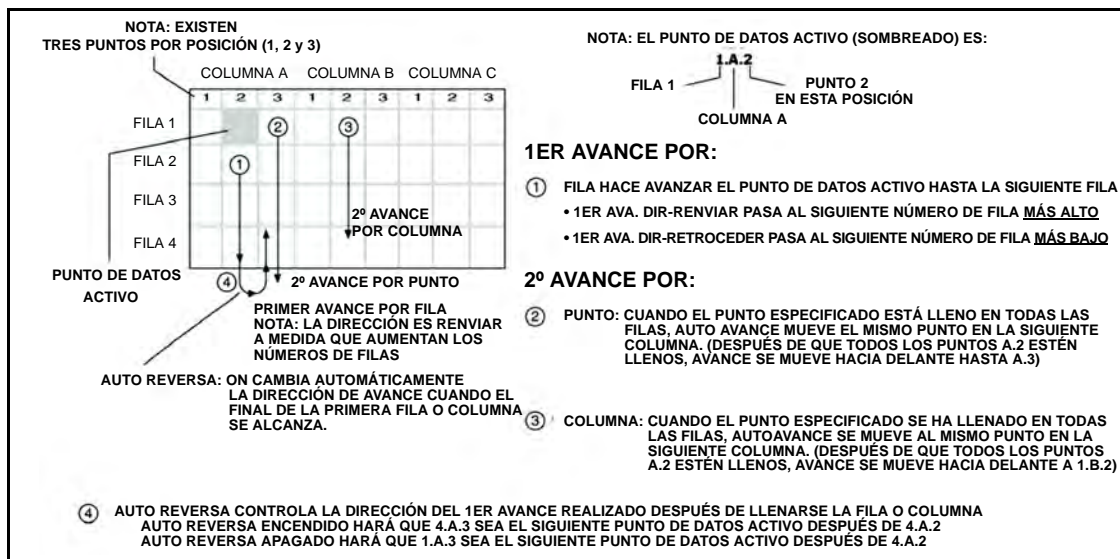

Figura 30: Entrada de datos en la matricial
5. Desplácese hasta **AUTO REVERSA** (tal como se muestra en la siguiente Figura 30). Seleccione **ON** u **OFF**.